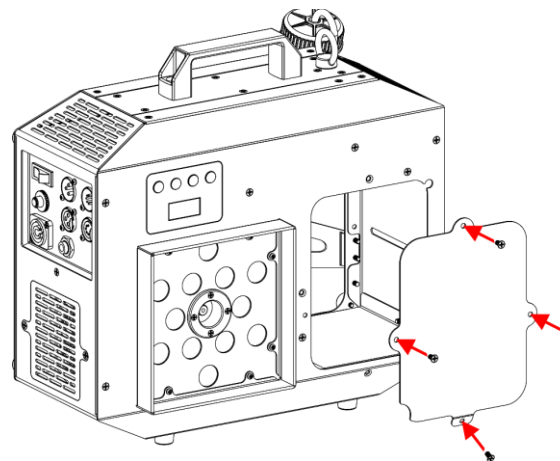

Fig. 19
- 14) Vissez les 4 vis de la plaque métallique du réservoir sur la face avant de l'appareil, comme indiqué sur la Fig. 19.